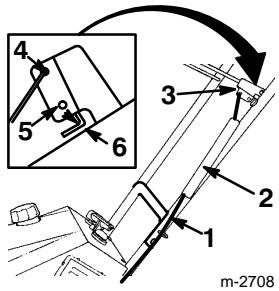
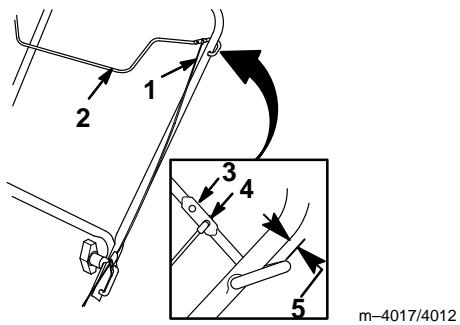

Figure 7
Figure 8
4. Insérer l'extrémité libre du câble de commande dans le trou supérieur de la barre de commande comme illustré à la figure 7 (modèles 38413 et 38419) ou dans le trou inférieur comme illustré à la figure 8 (modèles 38439, 38440, et 38445).